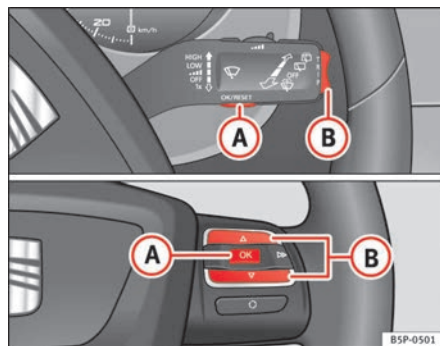

Abb. 39 Schaltwippen A und B. Bedienelemente am Lenkrad.
Ist demnächst ein Service fällig, erscheint in den Kilometeranzeigen eine **Service-Vorwarnung**. Es erscheint ein „Schraubenschlüssel“-Symbol und die Anzeige „km“ mit der Kilometerangabe, die bis zum fälligen Service-Termin gefahren werden kann. Nach etwa 10 Sekunden wechselt diese Anzeige. Es erscheint ein „Uhr-Symbol“ und die Anzahl der Tage bis zum fälligen Service-Termin. Der Informationstext am Display* im Kombiinstrument lautet: **SERV. IN ... KM ODER ... TAGEN**. Etwa 20 Sekunden nach Einschalten der Zündung oder bei laufendem Motor erlischt die Service-Meldung. Sie können auch durch Drücken des Rückstellknopfes des Kurzstreckenzählers oder durch Drücken der Wippe der MFA ⇒ Seite 62, Abb. 39 ⑧ in die Normalanzeige schalten.
- Zum Umschalten von einem Speicher auf einen anderen drücken Sie bei eingeschalteter Zündung kurz die Taste $\Rightarrow$ Abb. 39 **A** am Scheibenwischerhebel oder die Taste **A** der Bedienelemente am Lenkrad $\Rightarrow$ Abb. 39.